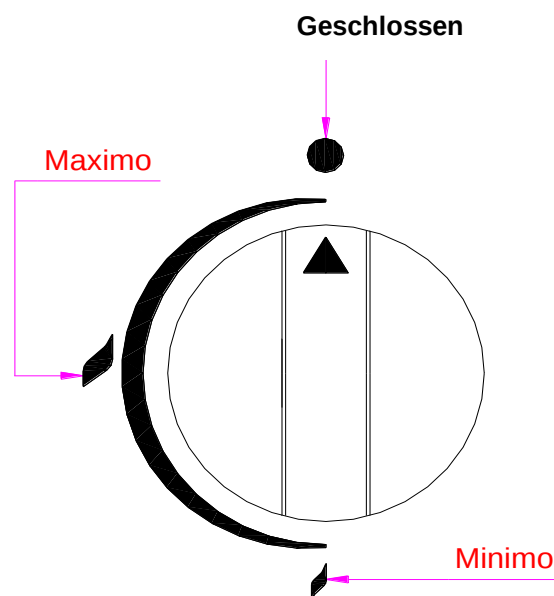

Abbildung 3
- Drücken Sie den Bedienungsknopf des gewählten Brenners an Ihrem Grillofen und drehen Sie diesen in einer $\frac{1}{4}$ Drehung gegen den Uhrzeigersinn, bis an die Maximalleistung (Máx) gelangen (**Abbildung 3**).
- Um den Brenner auf Mindestleistung zu bringen, drehen Sie nochmals den Bedienungsknopf gegen den Uhrzeigersinn ohne diesen dabei zu drücken, um von der Maximalleistungsposition bis an die Minimalleistungsposition desselben zu gelangen (**Abbildung 3**).